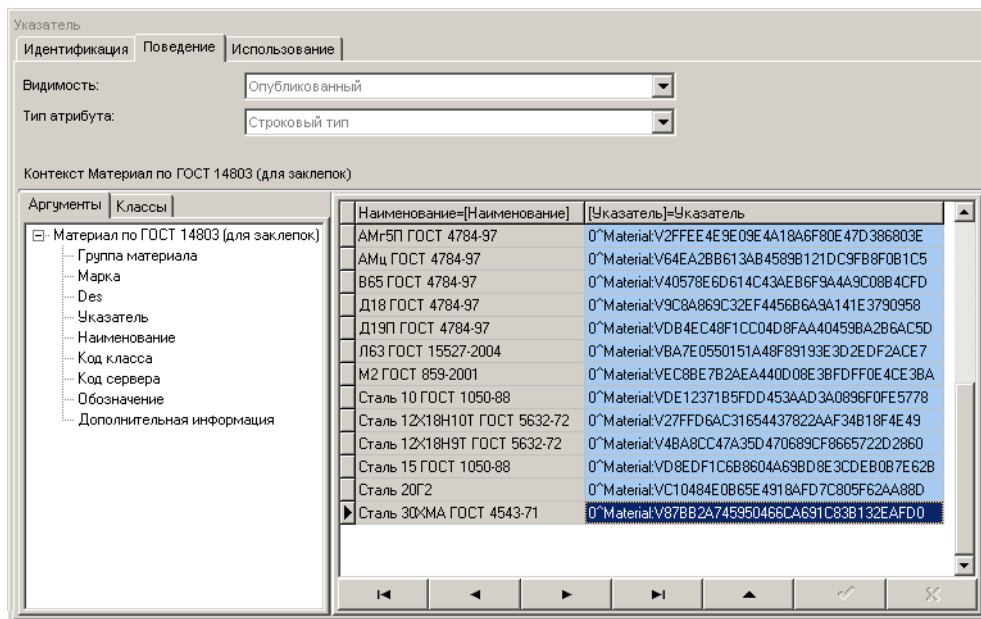

Рис. 4.96.
2. Укажите в справочнике материал заклепки согласно ГОСТ 14803-85 и вызовите из контекстного меню команду **Выбрать** или нажмите клавиши **<Ctrl>+<Enter>**. Наименование материала и указатель на материал появятся в таблице (рис. 4.96).